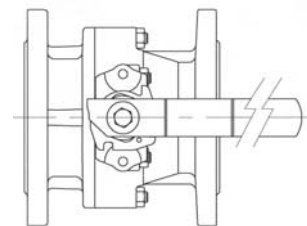

Fig. 1
-Durante l'immagazzinamento la valvola deve essere mantenuta completamente aperta per evitare il danneggiamento delle sedi di tenuta. **fig. 1**